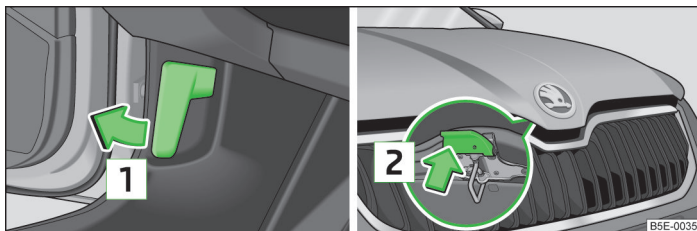

Fig. 146 Palanca de desbloqueo del capó/rejilla del radiador: Palanca de desbloqueo
- Tirar de la palanca de desbloqueo 1 ubicada debajo del cuadro de instrumentos en el sentido de la flecha **1** » fig. 146.